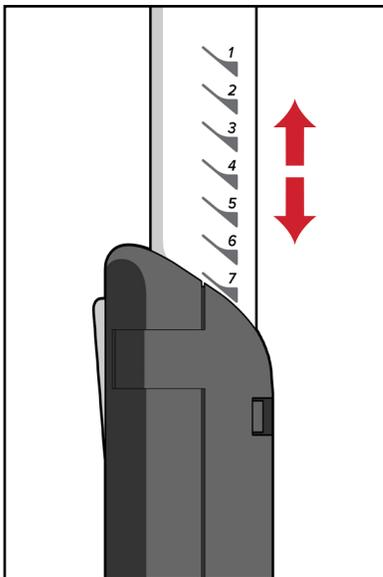

Abb. 7
1. Zur vertikalen Anpassung heben oder senken Sie die Bridge auf die gewünschte Höhe an oder ab, während die Sie die Freigabetaste gedrückt halten. Stellen Sie sicher, dass die Höhe wie auf der Bridge angegeben arretiert ist (Abb. 7).